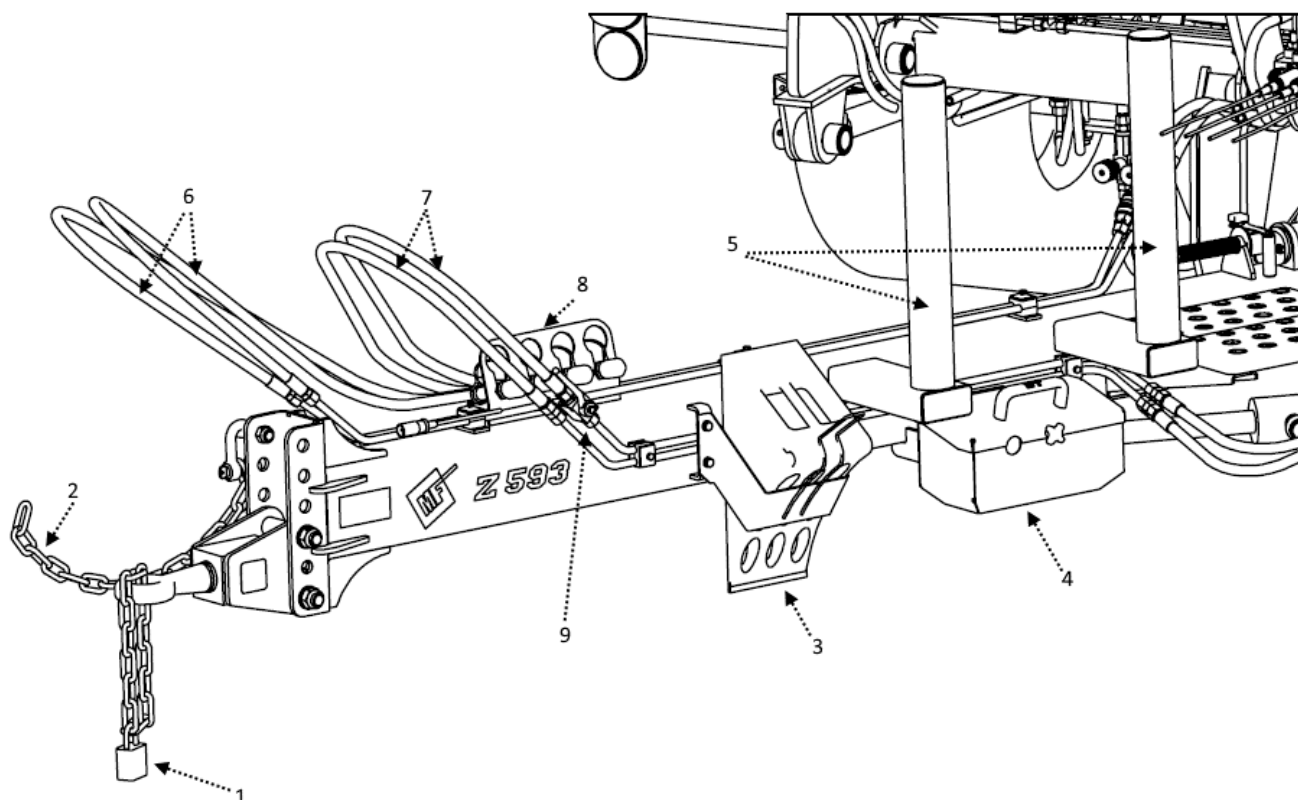

Рисунок 5. Оборудование дышла
- Отсоедините электропитание и систему освещения, сверните кабели и храните их в контейнере на дышле обмотчика рулонов (рис. 5 - 4).
- Отсоедините силовую гидравлику и закрепите гидравлические шланги в держателях на дышле обмотчика рулонов (Рис. 5 – 8).
- Следите за тем, чтобы не было опасности случайного перемещения агрегата, при необходимости подложите противооткатный упор под колесо обмотчика рулонов (Рис. 5 - 3).
- Установите на проушине дышла блокаду для предотвращения несанкционированного использования (рис. 5 - 1).
Описание оборудования дышла обмотчика рулонов Z593 (рис. 5)